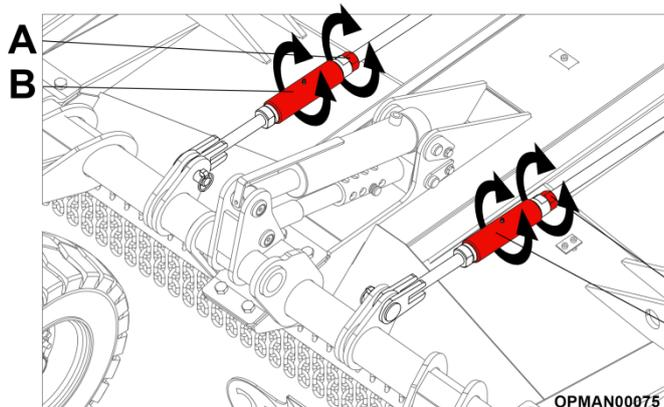

Figure 4.21 – Réglage des barres de liaison
- 4.7.1.3 Desserrez les écrous de blocage, puis tournez l'écrou de manchon sur les barres de liaison ; voir la Figure 4.21 (A)
- 4.7.1.4 Une fois la hauteur voulue atteinte, resserrez les écrous de blocage ; voir la Figure 4.21 (B).